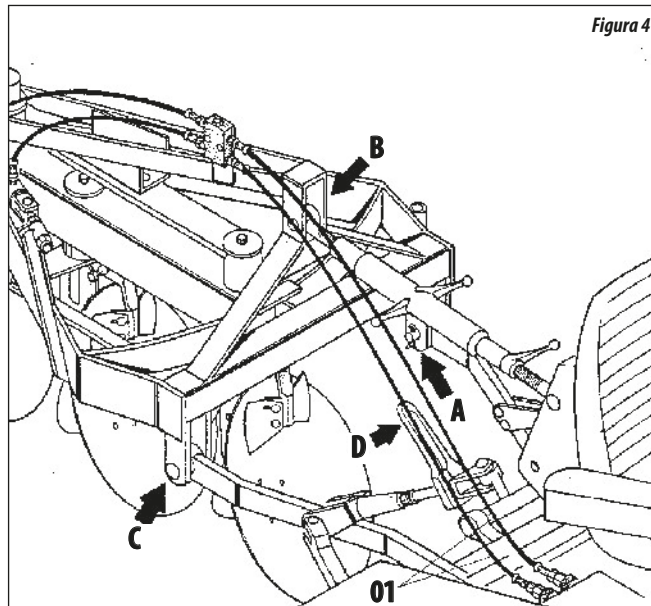

Figura 4
- 04 - Enganche el brazo inferior izquierdo del tractor en el perno de enganche "A" del arado, conforme *figura 4*.
- 08 - Acoplar las mangueras (item 1) en el enganche rápido del tractor. (Si el arado tiene pistón)